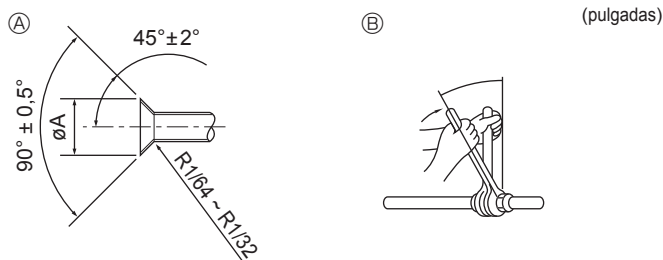

Fig. 7-1
- Conecte los tubos de líquido y de gas de cada unidad interior a los mismos números de conexiones finales que se indican en la sección de conexión abocorada de la unidad interior de cada Caja de Derivación. Si se conecta a los números equivocados de las conexiones finales, no funcionará normalmente. (Fig. 7-1)